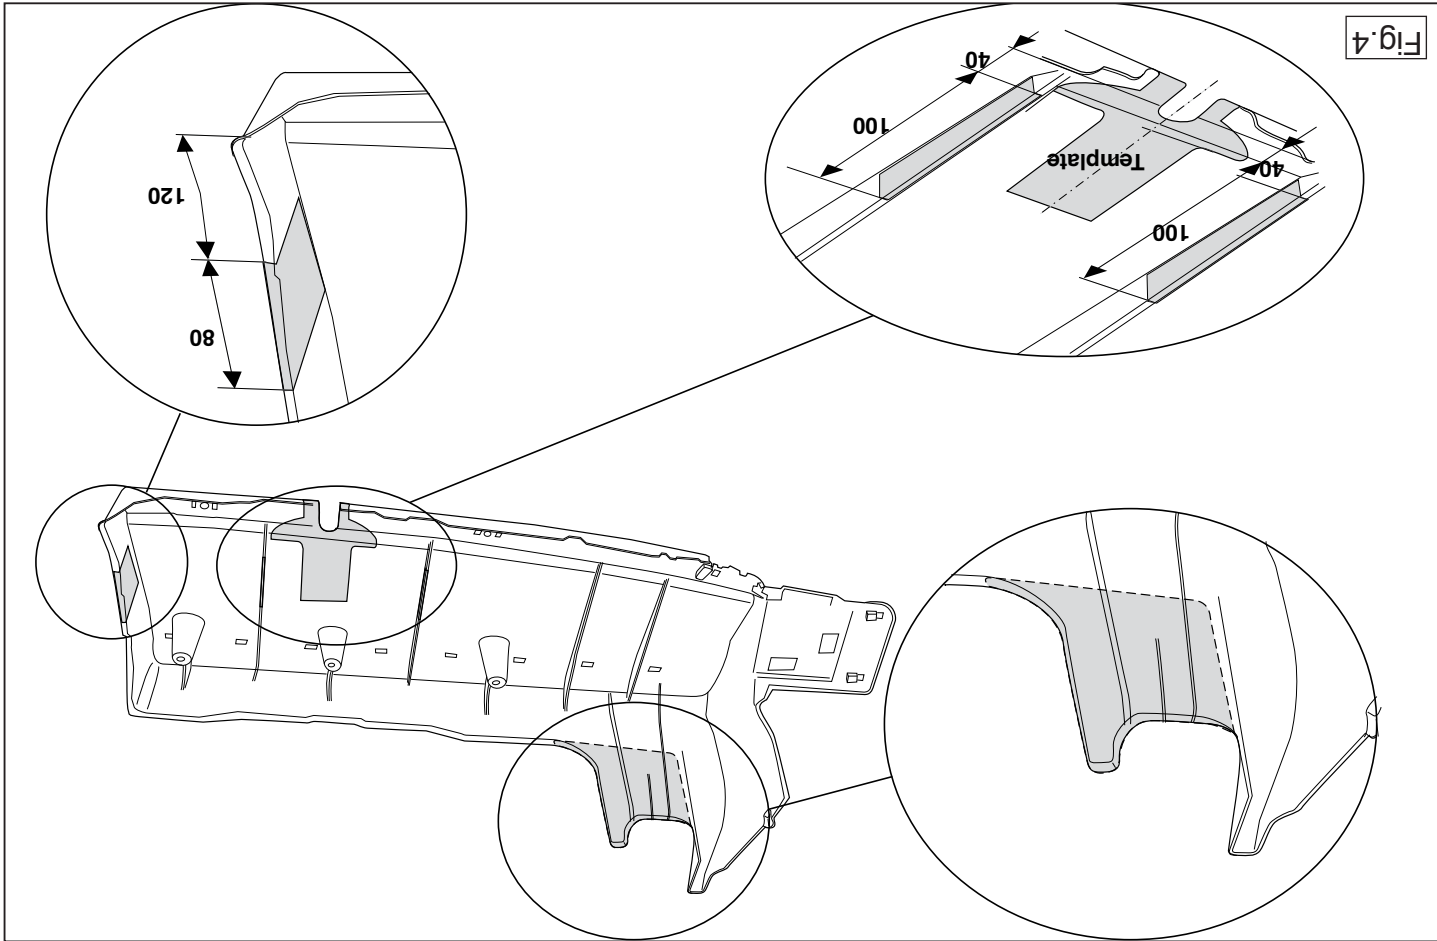

Fig. 4
4. Scier les parties indiquées conformément à la figure 4.
4. Gemäß Abb. 4 die angegebene Teile heraussägen.
4. Såga ut delarna enligt fig. 4.
4. Serrar las partes indicadas en la fig. 4.